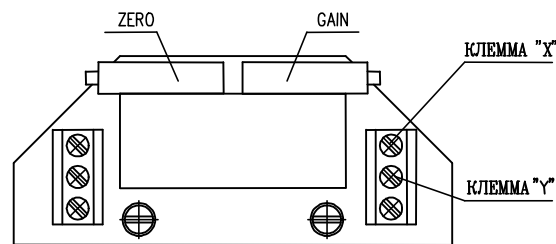

Рис.6
4.4.2 EPV - 3-проводниковое включение (рис.6, 6а)
- Установите омический датчик на основании инструкций в предыдущей главе так, что омическую величину измеряйте на клеммах X-Y или 0%-100% (рис.6,6а) (употреблен датчик с сопротивлением 2000Ω или 100Ω).
Рис.6а